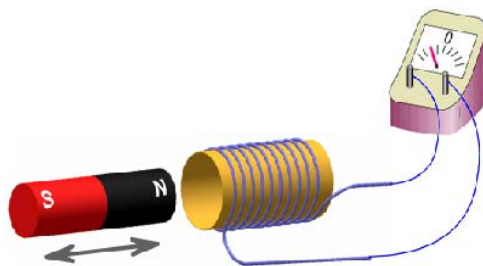

fig.1: Indução eletromagnética com magneto permanente e bobina
1. Conecte uma bobina de fio ao galvanômetro como mostrado na fig. 1. Note que se um pólo da barra magnética for movido para o interior da bobina, o galvanômetro defletirá, indicando uma corrente momentânea na bobina.
Com a bobina de fio conectada em série com o galvanômetro (fig. 1), a leitura do galvanômetro mostra uma deflexão proporcional à razão de variação do fluxo magnético através da área aberta **A** do “loop”. Este “loop” é chamado bobina de inspeção ou bobina de busca. A bobina conectada ao galvanômetro faz a leitura da variação do campo magnético, e, portanto variação de fluxo.